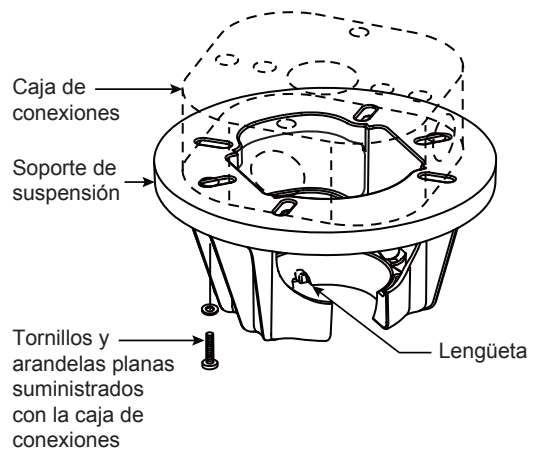
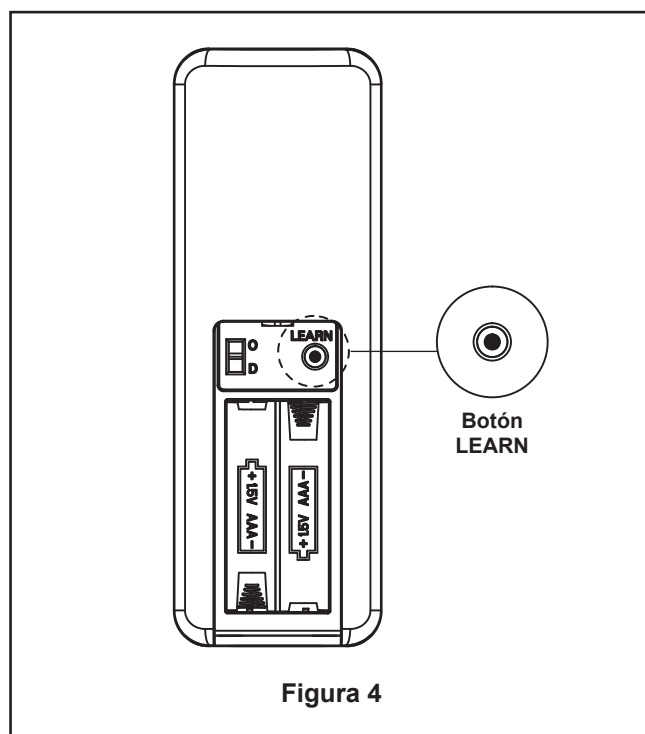

Figura 3
Figura 4
### Uso del soporte (Figura 3)
3. Afloje los dos tornillos de fijación del soporte del barral de soporte para techo a través de la varilla. Introduzca los cables de color marrón, azul, rojo, gris y amarillo a través de la varilla. (Figura 3)
- 1. Fije bien el soporte de suspensión a la caja de conexiones con los tornillos y las arandelas planas suministrados con la misma. (Figura 3)
**NOTA:** Se deben pasar los tornillos de la caja de conexiones a través de los orificios que se encuentran en el soporte de suspensión. (Figura 3)
3. Con cuidado, levante el ventilador y apoye la unidad del barral/de la semiesfera en el soporte de suspensión que acaba de fijar a la caja de conexiones. (Figura 4) Asegúrese de que la ranura en la semiesfera esté alineada con el reborde del soporte de suspensión. (Figura 3)
2. Realice las conexiones de cables al bloque del terminal como se muestra en la Figura 3.
3. Una vez haya hecho las conexiones, coloque los cables hacia arriba y empújelos cuidadosamente hacia dentro de la caja de la toma de corriente, poniendo los cables blancos y verdes a un lado de la caja y los negros hacia el otro lado. Los cables deben ser colocados de forma extendida poniendo el conductor de la toma de tierra y el conductor de toma de tierra del equipo a un lado de la caja, colocando el conductor sin toma de tierra en el otro lado de la caja. (Figura 4)
4. Extraiga uno de los tres tornillos de ensamble de la placa de iluminación. Guárdelo para después y afloje levemente los otros dos tornillos. (Figura 4)
- 6. Proceso de aprendizaje:** (Figura 4)
4. Después de crear la cuenta fanSync de Fanimation, puede añadir sus ventiladores en la aplicación. (Figura 4)